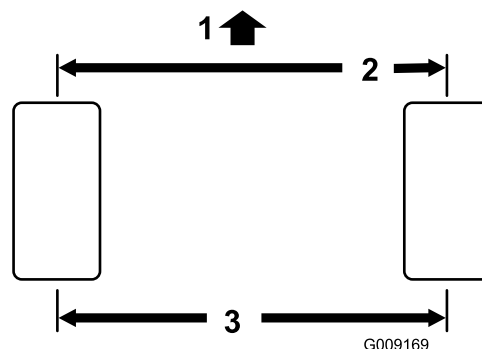

Figura 48
1. Misurate l'interasse (all'altezza dell'assale) sulla parte anteriore e posteriore degli pneumatici di sterzo. La misurazione anteriore deve risultare di 3 mm inferiore a quella posteriore (Figura 48).